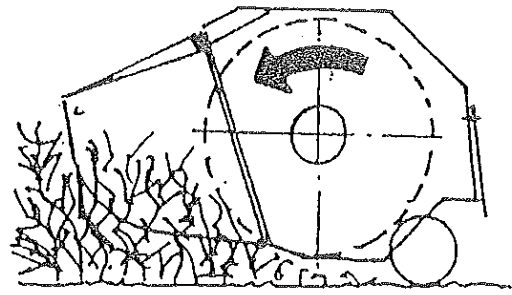

図10
- ・ 灌木、小枝等を刈り取る場合、ナイフ回転は(図 10)のようになります。